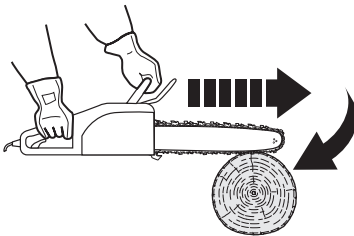

Fig. 26
1. El pinzamiento de la cadena (3) en la parte inferior de la espada (4) puede tirar del producto hacia adelante, en dirección contraria al operario (Fig. 26).